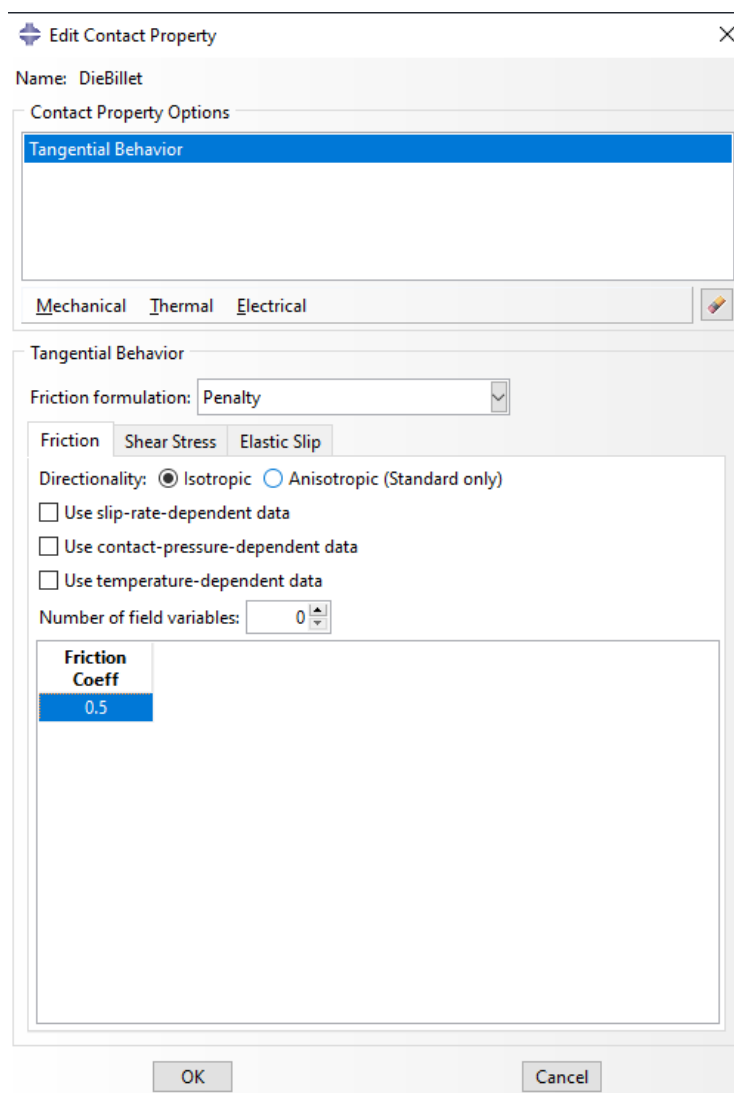

Рисунок 14.20 – окно **Edit Contact Property**
**Penalty** – поскольку коэффициент трения в нашей ситуации не равен 0. Введите коэффициент трения, равный 0.5 (Рисунок 14.20).